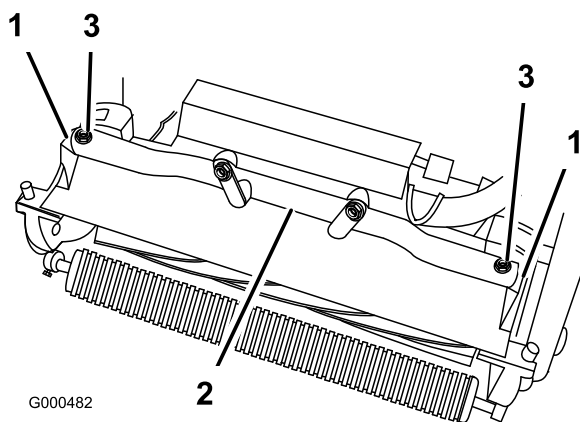

Figura 45
4. Togliete i due bulloni che fissano i bracci girevoli dell'apparato di taglio al tubo del telaio dell'unità di trazione (Figura 45).
5. Girate in avanti i bracci girevoli (Figura 45) ed appoggiate l'unità di trazione sul cavalletto ancorato.